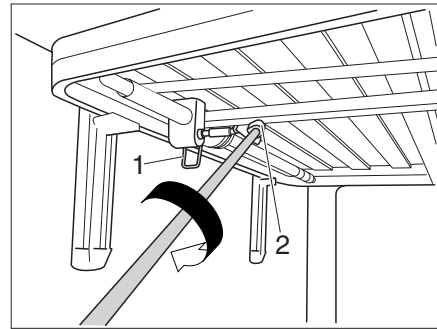

Bild 136 Höjdjustering
- Lossa låsspaken (Bild 136,1). Sängen kan nu justeras.
- Skjut in veven i det magnetiska fyrkantiga uttaget (Bild 136,2). Sängens höjd kan nu justeras.
- Dra ut veven ur det fyrkantiga uttaget (Bild 136,2) och förvara det i hållaren.